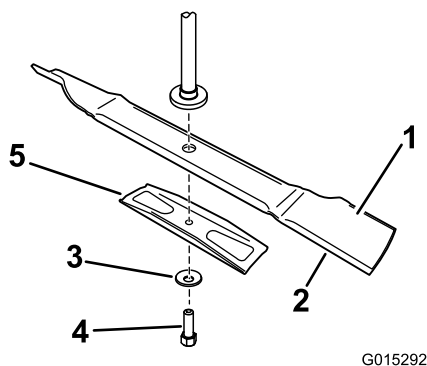

Figura 46
Segure na extremidade da lâmina, utilizando um trapo ou uma luva grossa. Retire a cavilha da lâmina, a anilha curva, esticador de lâmina e lâmina do eixo (Figura 46).
1. Instale a lâmina no veio (Figura 46).
2. instale um esticador de lâmina, a anilha curva (lado oval virado para a lâmina) e o parafuso da lâmina (rodando-o no sentido dos ponteiros do relógio) (Figura 46).